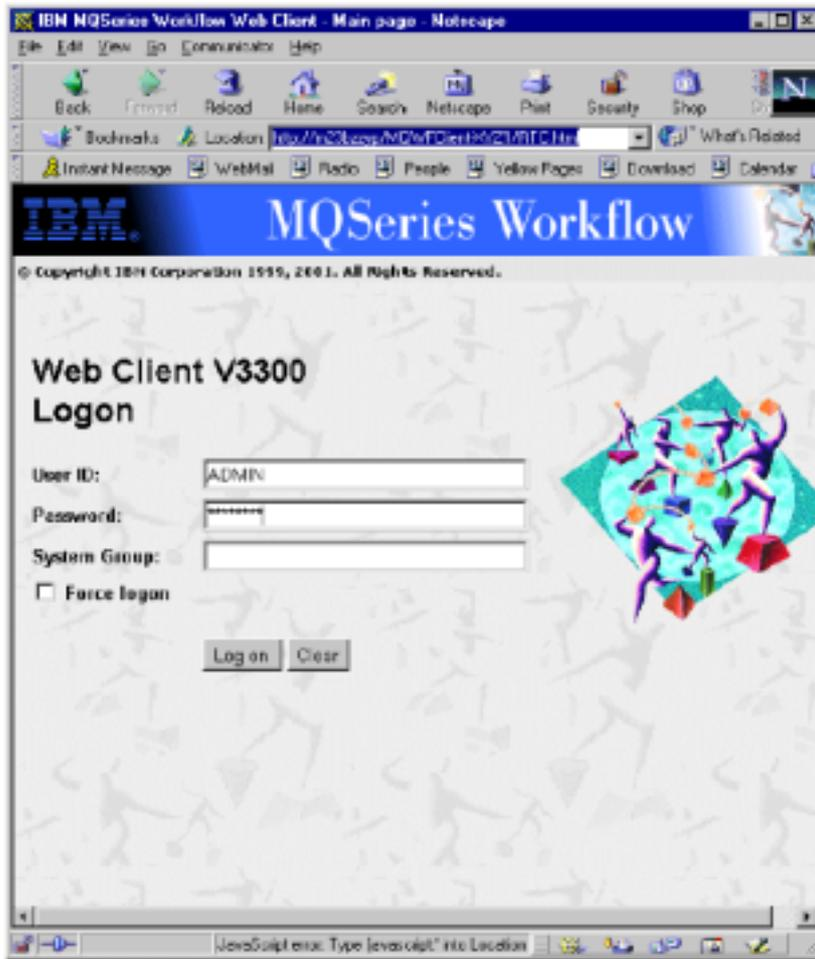

图4-50 MQ 工作流 Web 客户机登录窗口
1. 到 <http://m23bzzyp/MQWFClient-XYZ1/RTC.html> (参见图 4-50)。